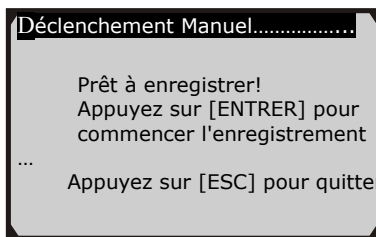

Figure 5.24
- Si **Déclenchement manuel** est sélectionné, l'écran suivant affiche: (Figure 5.24)